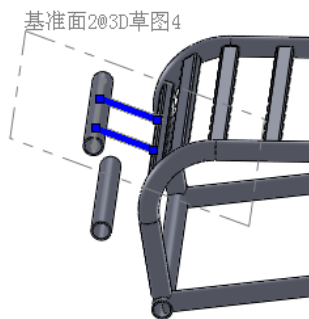
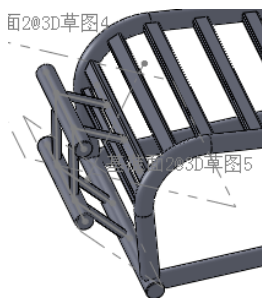

图 16-51 添加 26.9×3.2 管道
图 16-52 添加管道结构构件效果
②单击“焊件”工具栏中的“结构构件”按钮, 或执行“插入”→“焊件”→“结构构件”菜单命令, 选择 ISO 标准, 选择“管道”, 选择“26.9×3.2”大小, 拾取图 16-51 所示的直线, 添加管道结构构件, 单击“确定”按钮。使用同样的方法继续添加管道结构构件, 结果如图 16-52 所示。